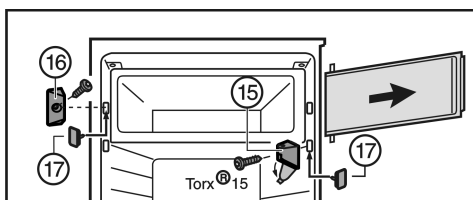

Fig. 7
- ▶ Pliegue la cubierta en el soporte de cojinete Fig. 7 (15).
- ▶ Desatornille el soporte de cojinete Fig. 7 (15) con la puerta del compartimento.
- ▶ Desatornille la pieza de cierre Fig. 7 (16).
- ▶ Cierre los agujeros desocupados con los tapones Fig. 7 (17) adjuntos.